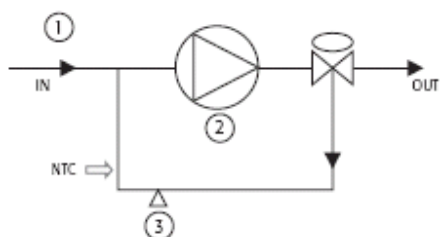

Рис.7.а
1. контроллер подсчитывает расход воды пропорционально разности (St - % относительная влажность) (см. схему «РАСХОД ВОДЫ НА СТОЙКЕ в зависимости от УРОВНЯ ОТНОСИТЕЛЬНОЙ ВЛАЖНОСТИ ОКРУЖАЮЩЕГО ВОЗДУХА» Рис. 7.f);
2. контроллер подсчитывает ограниченный расход воды в соответствии с уровнем влажности, измеренным датчиком-ограничителем (см. схему «ОГРАНИЧЕННЫЙ РАСХОД ВОДЫ» Рис.7.d);
3. контроллер выбирает нижнее значение расхода воды и из этого задает скорость работы насоса. Используя значения, показанные на схеме, уровень влажности замеренный датчиком-ограничителем соответствует «ограниченному» расходу воды на стойке (OPB) по сравнению с расходом воды на стойке (PB), который пропорционален (St - % относительная влажность): контроллер выбирает значение OPB, ограничивая тем самым расход воды на стойке и предотвращая конденсацию воды.